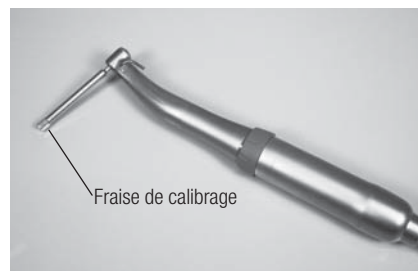
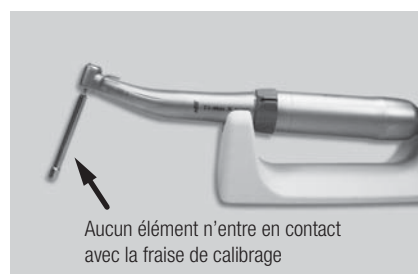

Fig. 17
Fig. 18
- (1) Connectez le micromoteur au boîtier de contrôle, attachez la pièce à main au micromoteur. Branchez l'alimentation ('ON').
- (2) Attachez la fraise de calibrage à la pièce à main. (Fig. 17)
- (3) Appuyez sur le bouton [Rapport de vitesse] et sélectionnez le rapport de vitesse de la pièce à main.
- (4) Appuyez sur le bouton [SYSTEME] et maintenez-le enfoncé pendant deux secondes pour lancer le mode de calibrage. L'écran LCD affiche le message "CAL ON-cm".
- (5) Calibrage du couple (pas de charge): Veillez à ce que la fraise de calibrage soit insérée et puisse tourner librement (Fig. 18). Appuyez sur le bouton [SYSTEME]. Une fois que vous avez entendu le son de notification, la pièce à main s'allumera (pièce à main lumière uniquement) et la fraise commencera à tourner lentement. A la fin du processus, le moteur s'arrêtera et le cycle de calibrage se poursuivra jusqu'au prochain test (sous charge).